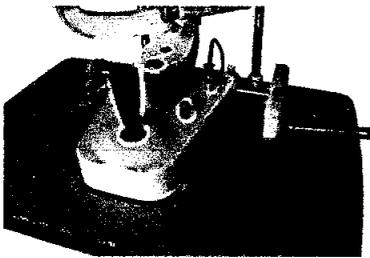

Fig.7
- " Coloque las ruedas de ambos lados de la base (C) en los rieles en la mesa de trabajo (Fig. 7).
- " Retire los cuatro tornillos adjuntos a la barandilla con el destornillador (U).
- " Coloque la cubierta del riel (G) al ferrocarril, y vuelva a apretarlos tornillos que quitó antes.
- 5) Montaje de iluminación de la parte (A)
- " Afloje el perno de brazo de iluminación pareja (13).